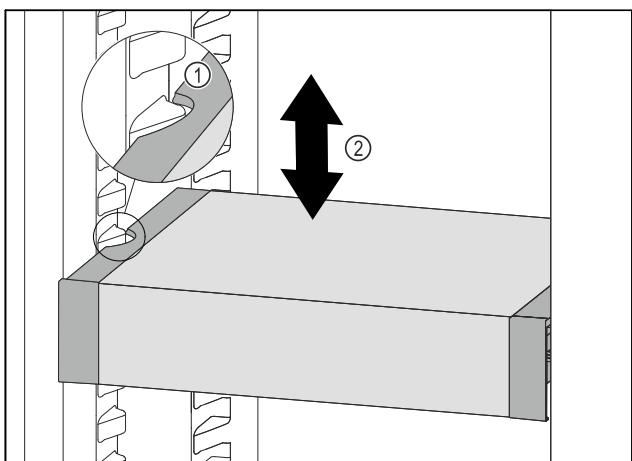

Fig. 137
- Потягнути VarioSafe вперед, поки бокові заглиблення VarioSafe не опиняться на рівні ребра для резервуара в охолоджувальному відділенні. Fig. 137 (1)
- Пересувайте VarioSafe вгору або вниз в охолоджувальному відділенні до тих пір, поки не досягнете бажаної висоти. Fig. 137 (2)